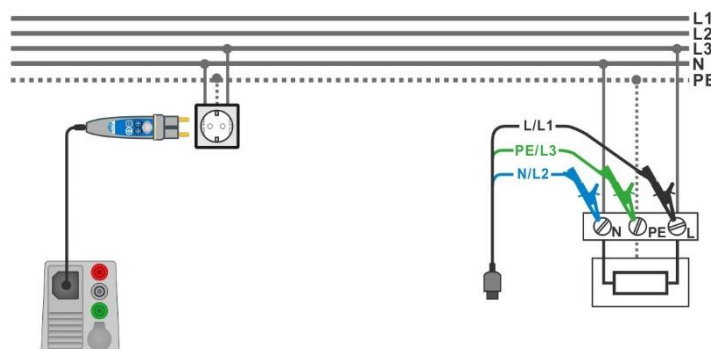

Fig. 4.97: Forbindelse med Plug commander og 3-leder test ledninger
- › Forbind 3-leder testledningerne eller Plug commander til objektet der skal testes, se **Fig. 4.97**